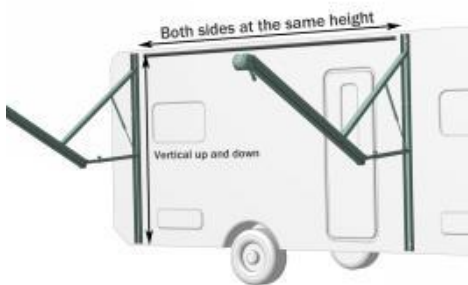

Figura D7
3.3 Utilizzare la vite C per fissare i bracci pieghevoli a pressione d'aria a entrambe le estremità. Attenzione: il braccio pieghevole deve essere verticale, sia in alto che in basso, e i bracci sinistro e destro devono trovarsi alla stessa altezza orizzontale (Figura D7).